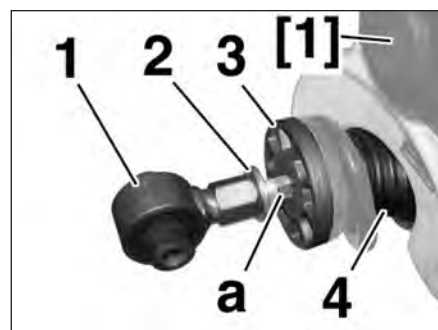

FIG.32
- Positionner l'outil [1] sur le ressort avec des embouts de diamètre adapté (Fig.32).
- la boucle supérieure (1) en empêchant la rotation de la tige d'amortisseur à l'aide d'une clé plate en (a),
- la rondelle (2),
- la coupelle supérieure d'amortisseur (3),
- le protecteur de la tige d'amortisseur (4).